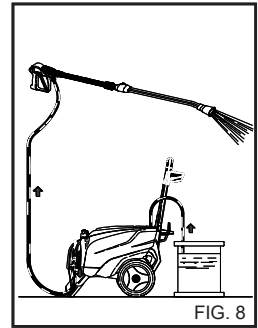

FIG. 8
Bed forhandleren om kataloget over de rengøringsmidler som kan anvendes afhængig af arten af det pågældende vaskearbejde og den overfladetype der skal behandles. Efter brug af rengøringsmidlet, skal rengøringsmiddelindtaget skylles ud med rent vand. (Fig. 8).
1) Efter brug sammen med rengøringsmidlet skal højtrykssystemet skylles omhyggeligt: Lad pumpen være aktiveret i 1 minut, mens doseringshanen er fuldstændigt lukket. (fig. 8).
4) Efter brug sammen med rengøringsmidlet skal højtryksvandsystemet skylles omhyggeligt: Lad pumpen være aktivret i 1 minut, mens doseringshanen er fuldstændigt lukket. (fig. 8).